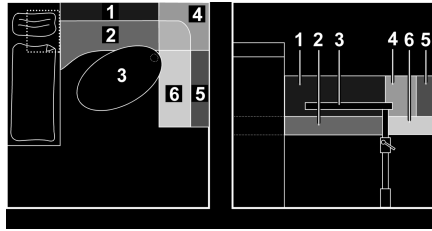

Fig. 78 Antes de la transformación
- Desmontar la mesa (Fig. 78,3) (véase apartado 7.8).
- Quitar los cojines del respaldo (Fig. 78,1, 4 y 5) y ponerlos a un lado.